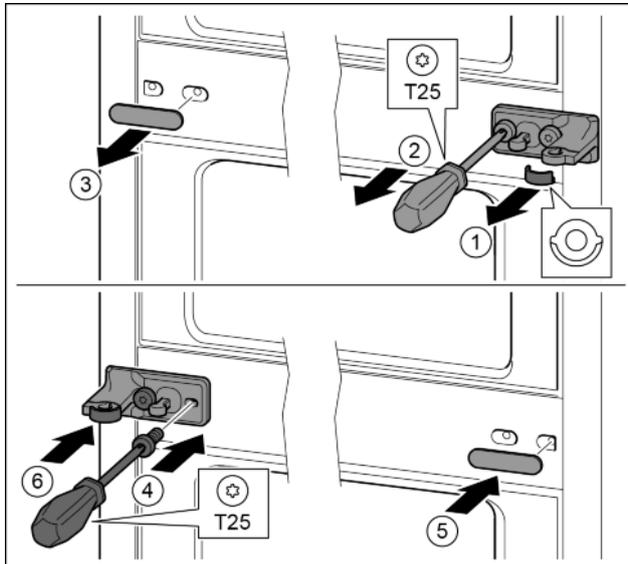

Fig. 32
- ▶ Estrarre lo spessore. Fig. 32 (1)
- ▶ Con il cacciavite T25 svitare le viti. Fig. 32 (2)
- ▶ Facendo attenzione, togliere la copertura. Fig. 32 (3)
- ▶ Avvitare il blocco di supporto con lamina ruotato di 180° sull'altro lato. Fig. 32 (4)
- ▶ Applicare la copertura ruotata di 180° sull'altro lato. Fig. 32 (5)
- ▶ Inserire lo spessore dal lato anteriore. Fig. 32 (6)